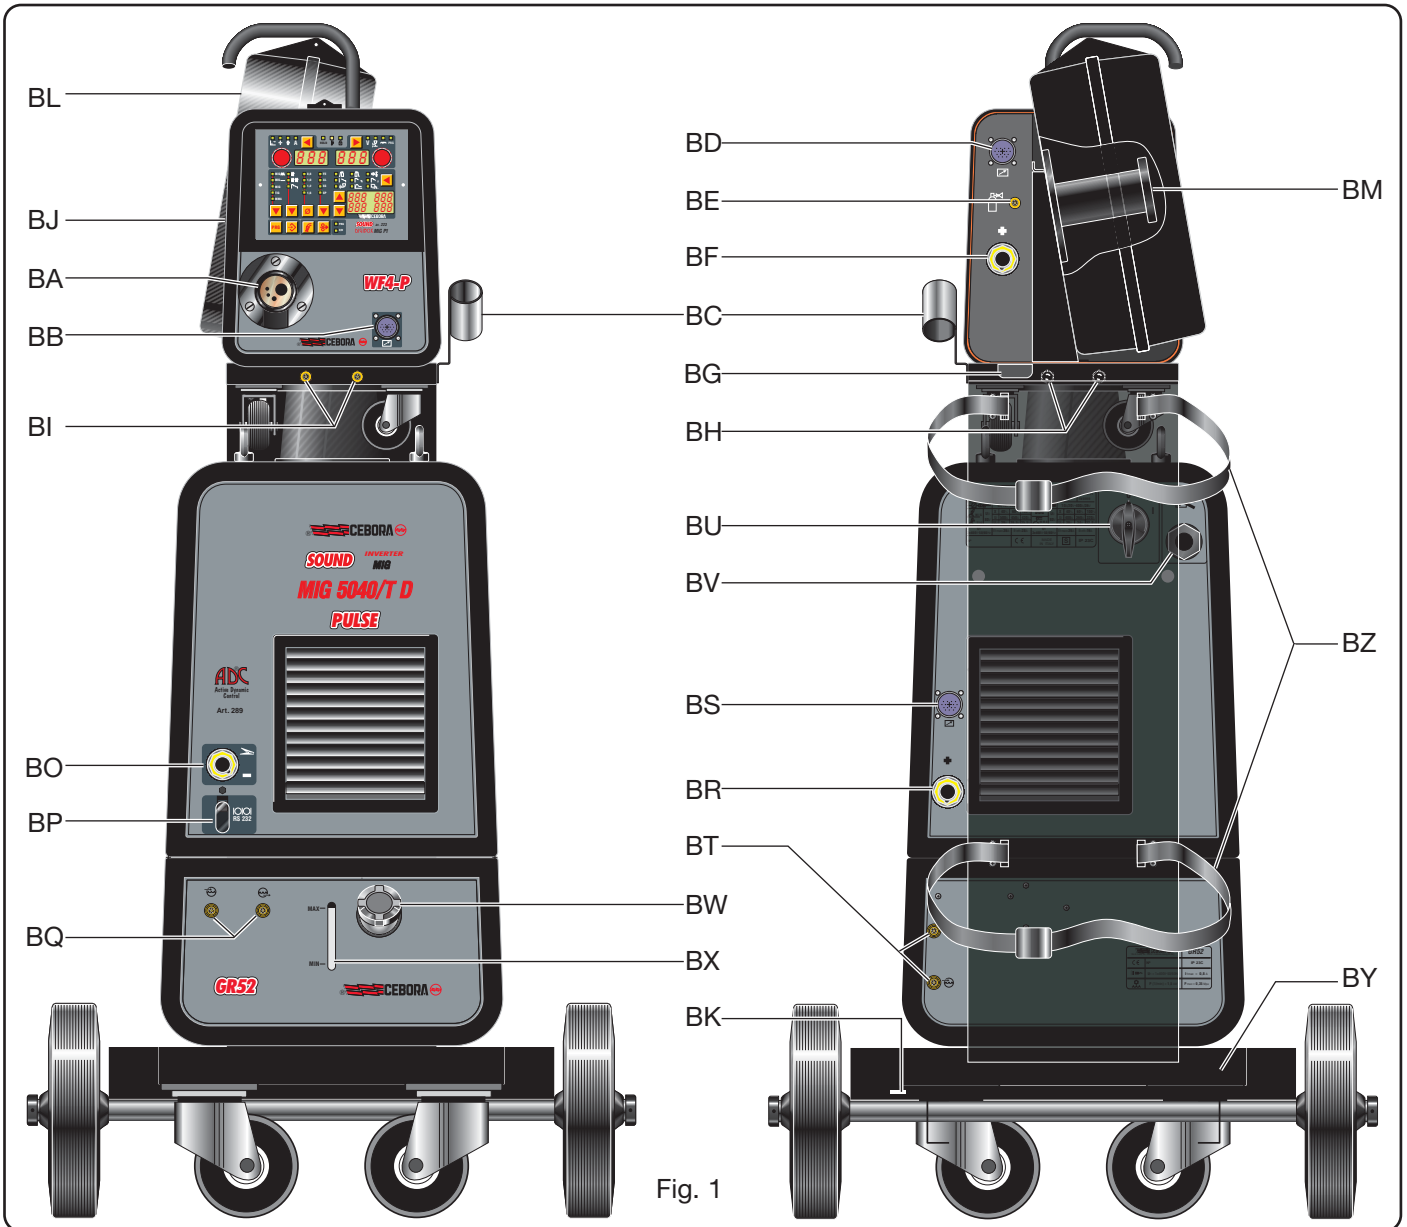

Fig. 1
2.1.2 Descrição do gerador (Fig. 1)
BU - Interruptor ON/OFF.**BV - Cabo de alimentação.****2.2 COFRÉ ALIMENTADOR DE FIO****2.2.1 Descrição do cofré (Fig. 1)****BA - Adaptador central:**
(Fig. 1)
2.4 COFRÉ DE TRANSPORTE (Fig. 1)**BY - Suporte bomba.****BZ - Correias de bloqueio bomba.****BK - Furo:**